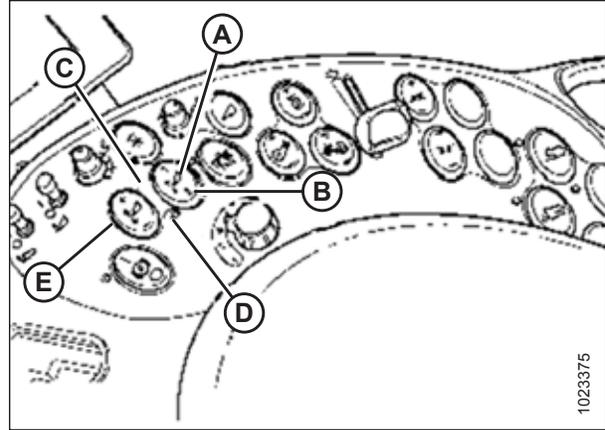

Figura 4.86: Controles de la cosechadora Case
Puede hacer ajustes en estos valores de consigna al utilizar el interruptor AJUSTE MENOR (E) en la Figura 4.86, página 152.